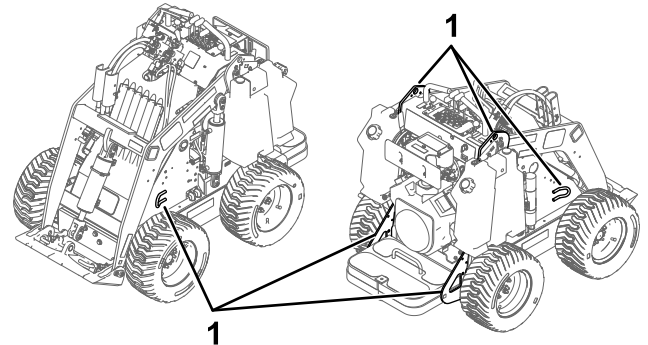

Figure 14
8. Servez-vous des points d'attache en métal de la machine pour l'arrimer solidement sur la remorque ou le véhicule de transport au moyen de sangles, chaînes, câbles ou cordes (Figure 14). Voir la réglementation locale concernant les exigences en matière d'arrimage.
Vous pouvez soulever la machine en vous servant des points d'attache/de levage ; voir Figure 14.